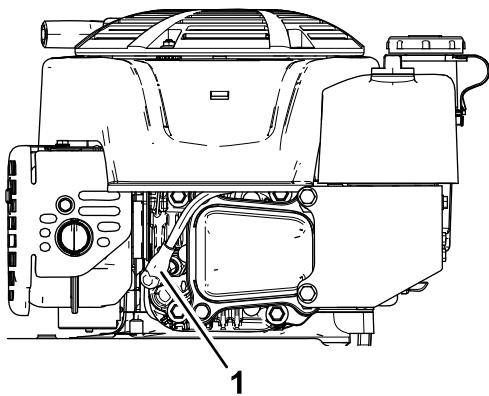

Figura 28
2. Desconecte el cable de la bujía (Figura 28).